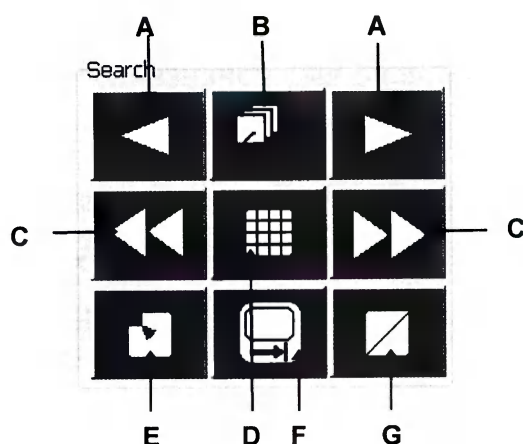

Рисунок 29
7.4.2.4.7 Зона «Контрольный монитор» – см. рисунок 29.